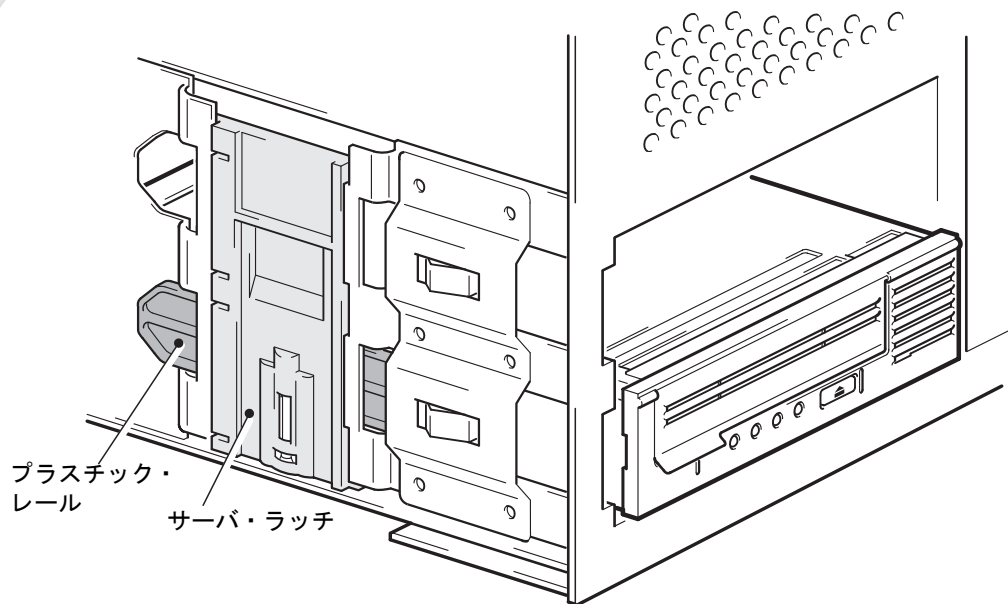

図 8a: マウント用部品を使ったドライブの固定
- 1 図 8a のように、サーバ・ラッチを押込み、所定の位置でテープ・ドライブをロックします。